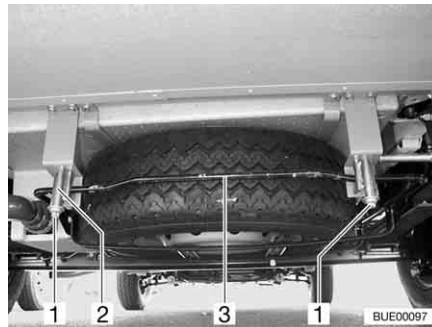

Fig. 257 Supporto per la ruota di scorta (cestino di alloggiamento)
- Allentare i dadi (Fig. 257, 1) sul gancio destro e sinistro (Fig. 257,2) del supporto per la ruota di scorta.
- Premer leggermente la staffa (Fig. 257,3) verso l'alto. Contemporaneamente spingere il gancio verso il basso e sganciare la staffa.